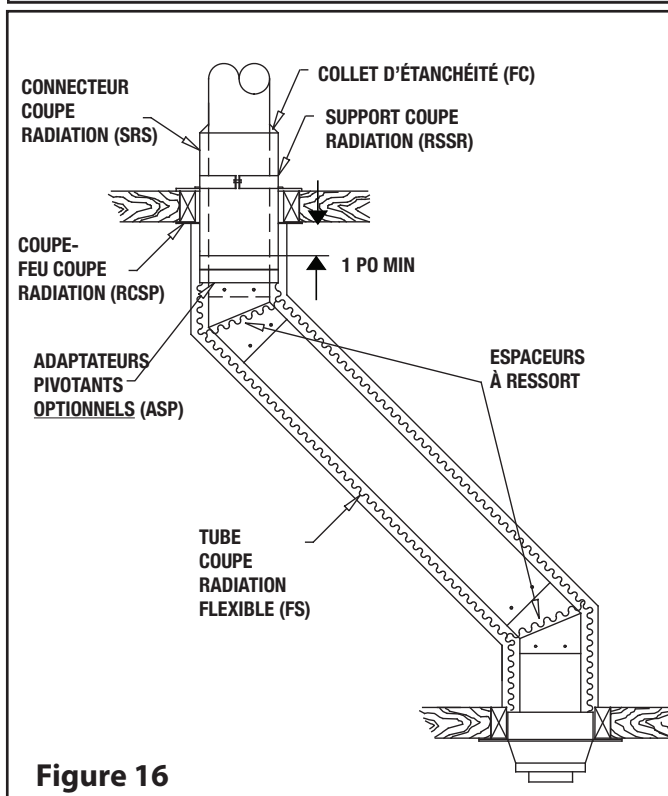

Figure 16
- Ajustez la hauteur jusqu'à ce qu'un minimum de (1 po) du connecteur du coupe radiation traverse le coupe-feu (voir Figure 16).
Attachez un ressort espaceur autour de la cheminée à chaque coude pour permettre au tube coupe radiation flexible de rester centré. (Voir Figure 16) Faites glisser le coupe radiation flexible vers le haut et attachez-le en dessous du plafond au support du coupe radiation à l'aide de 3 vis métalliques autotaraudeuses de 1/2 po. Si vous manquez d'espace pour visser, installez un adaptateur pivotant (ASP) (voir Figure 16) en dessous du connecteur du coupe radiation (SRS) et un au-dessus du coupe radiation flexible.